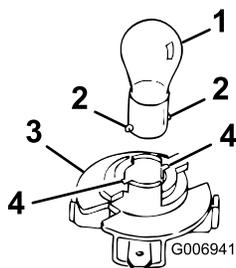

Figura 54
- Empuje y gire la lámpara en el sentido contrario a las agujas del reloj hasta que haga tope (aprox. 1/4 de giro) y retírela del portalámparas (Figura 54).
- Introduzca la base en el portalámparas (Figura 54).